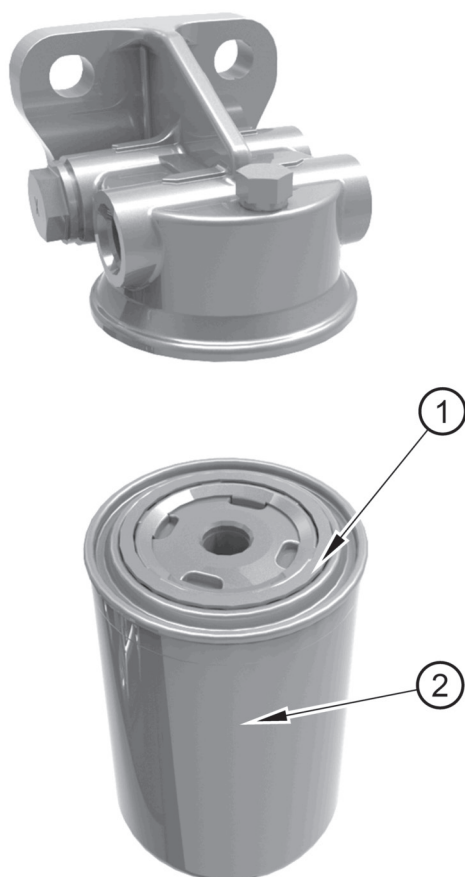

Figura 29
3. Utilizzare una chiave a catena per rimuovere la vecchia cartuccia (figura 29 voce 2).